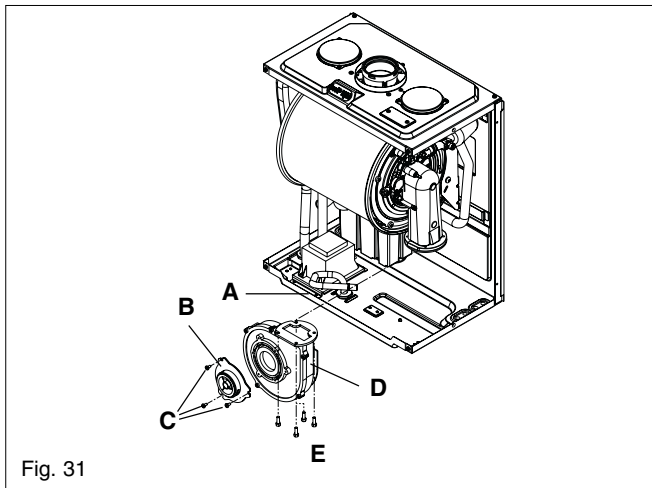

Fig. 31
6.14 FLUE FAN & MIXER (fig. 31)